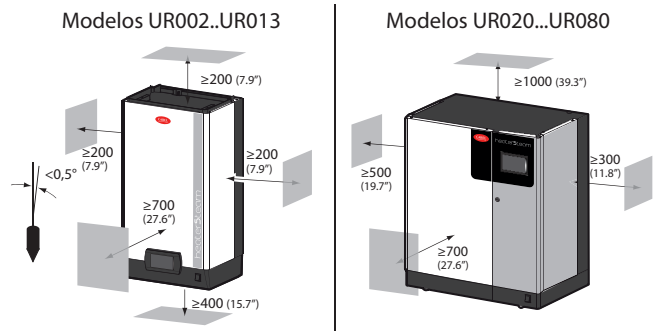

Fig. 1.b
- Situar el humidificador horizontalmente (utilizar un nivel), respetando los espacios mínimos (ver Fig. 1.b) para permitir las operaciones necesarias de mantenimiento.